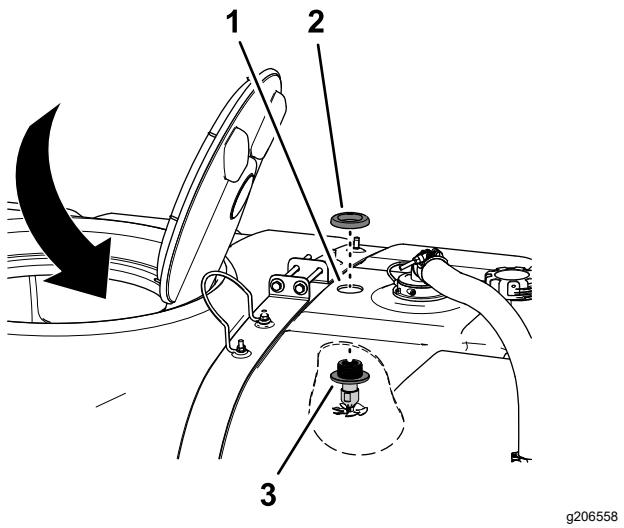

Figura 21
1. Lavorando all'interno del serbatoio attraverso l'apertura di 41 cm, allineate il gruppo ugelli verso l'alto, attraverso il foro di 4,5 cm che avete praticato al passaggio **Foratura del serbatoio di irrorazione (pagina 10)**, come illustrato nella **Figura 21**.
2. Montate il dado flangiato in plastica sui filetti del raccordo del diaframma nella parte superiore del serbatoio e serrate il dado flangiato manualmente (**Figura 21**).